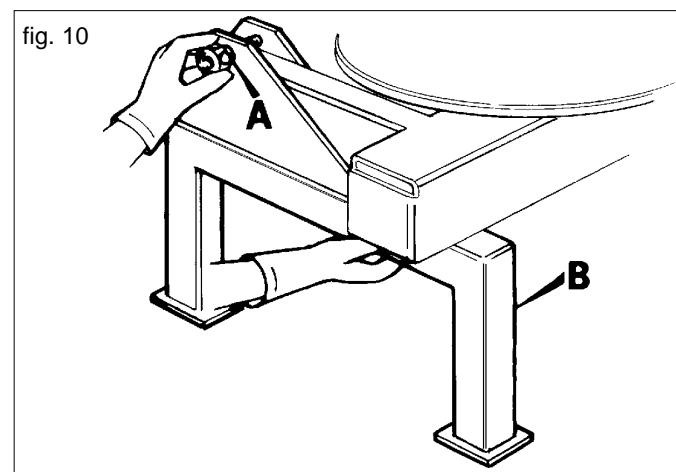
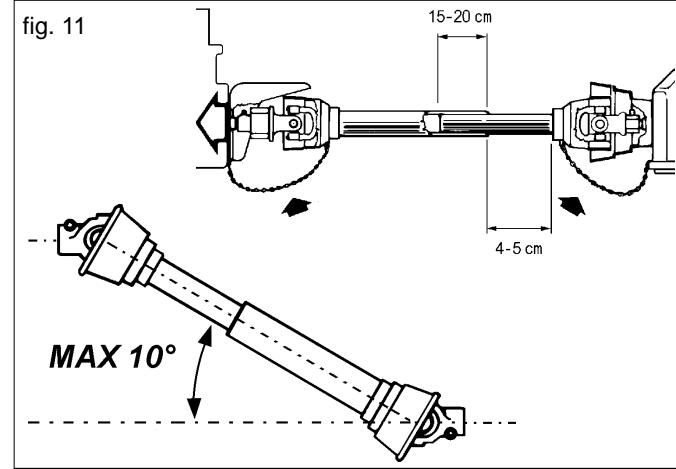

fig. 10
fig. 11
- 5) Alzare lo spandiconcime da terra usando i bracci di sollevamento della trattice. Sganciare i due piedini d'appoggio B svitando gli appositi volantini di bloccaggio A (Fig10). Quando l'albero cardanico è in posizione di massima estensione, i due tubi devono sovrapporsi per almeno 15-20 cm. Quando esso è chiuso completamente, il gioco minimo deve essere di 4-5 cm per evitare che la parte interna urti quella esterna (fig.11). L'angolazione con cui lavora l'albero cardanico deve essere la minima possibile, preferibilmente non deve superare i 10° (fig.11). Questo favorisce la durata non solo del cardano, ma anche degli organi di trasmissione dello spandiconcime.